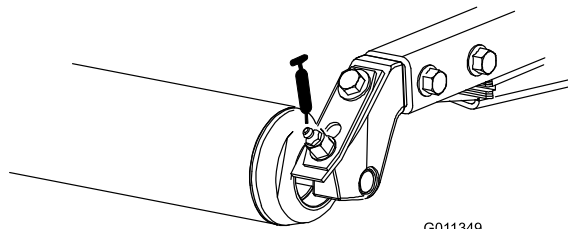

図 42
- ・ 後ローラのベアリング（各カッティングユニットに2ヶ所）（図 42）